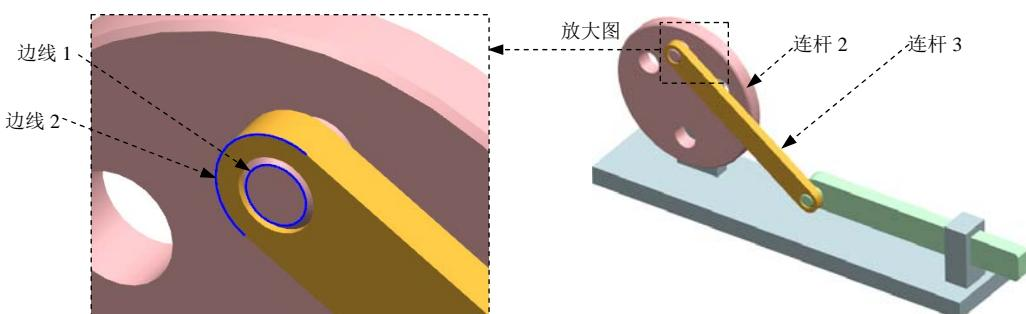

图 3.5.3 定义连杆 2 和连杆 3 中的旋转副
- (1) 选择下拉菜单 **插入(S)** → **运动副(M)…** 命令, 系统弹出“运动副”对话框; 在“运动副”对话框 **定义** 选项卡的 **类型** 下拉列表中选择 **旋转副** 选项; 在模型中选取图 3.5.3 所示的连杆 2 中的边线 1 为参考, 系统自动选择连杆、原点及矢量方向。
- (2) 在“运动副”对话框 **基本** 区域中选中 **啮合连杆** 复选框; 单击 **基本** 区域中的 **\*选择连杆(O)** 按钮, 在模型中选取图 3.5.3 所示的连杆 3 中的边线 2 为参考。
- (3) 单击 **确定** 按钮, 完成旋转副的创建。